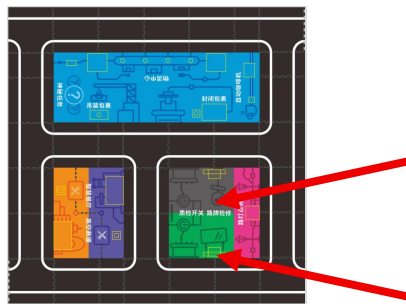

图2.3.6中学组路牌检修可能摆放位置
**中学组：**该任务点位置可能在图2.3.6中两个红色标记中的一处出现，任务2质检开关摆放位置确定后，另外一个位置为路牌检修摆放位置。